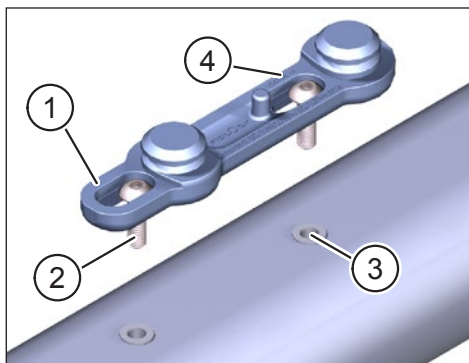

Fig. 1: Bevestig de FIDLOCK® Bike Base aan de e-fiets
- Bevestig de FIDLOCK® -fietsbasis (Pos. 1 in Fig. 1) met de twee knoepschroeven (Pos. 2 in Fig. 1) in de daarvoor bestemde schroefdraad (Pos. 3 in Fig. 1, volg de specificaties van de fietsfabrikant) in het frame van de e-bike.